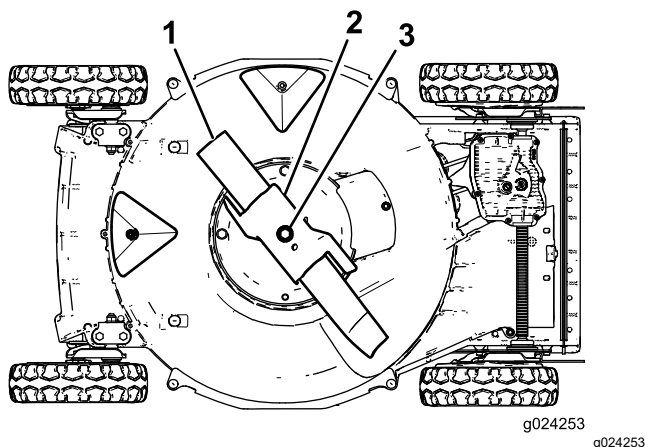

Рисунок 26
- Переверните машину на **правую** сторону (воздухоочистителем вверх), как показано на Рисунок 26.